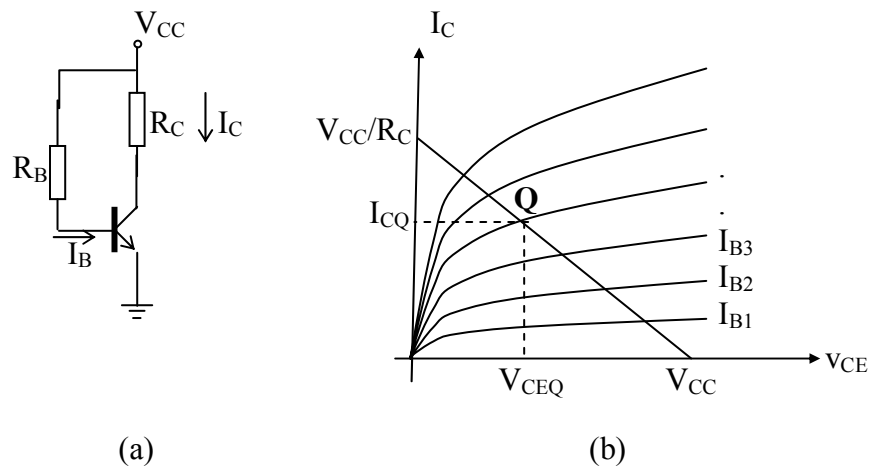

Figura 2 – Circuito amplificador com polarização simples.
2.a mostra um circuito para a polarização simples de transistores, e a figura 2.b as curvas características de um transistor juntamente com a reta de carga do circuito.
Para polarizar um transistor é necessário escolher: a tensão de alimentação V_{CC} e o ponto de polarização V_{CEQ} e I_{CQ} . O ponto de polarização pode ser determinado através da curva característica $I_C \times V_{CE}$, como mostra a figura 2.b.
Com base nestas informações os valores dos resistores do circuito da figura 2.b. podem ser calculados pelas seguintes equações: